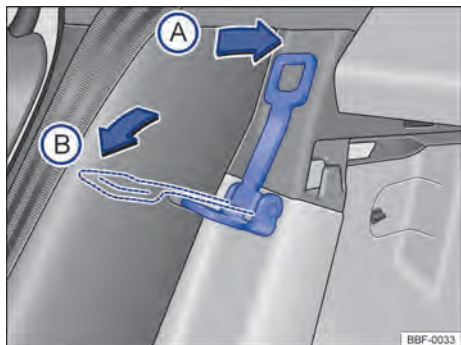

Fig. 64 Atrás del asiento trasero: palanca para regular la inclinación del respaldo
Dependiendo del equipamiento del vehículo, la palanca para el ajuste de bisel asiento puede no estar disponible → fig. 64.
- **Ubicación ⓘ:** colocar la palanca → fig. 64 en el sentido de la flecha ⓘ, para retornar el respaldo del asiento a su ubicación original.
- **Ubicación ⓘ:** colocar la palanca → fig. 64 en el sentido de la flecha ⓘ, para ampliar el maletero.
③ → fig. 64.